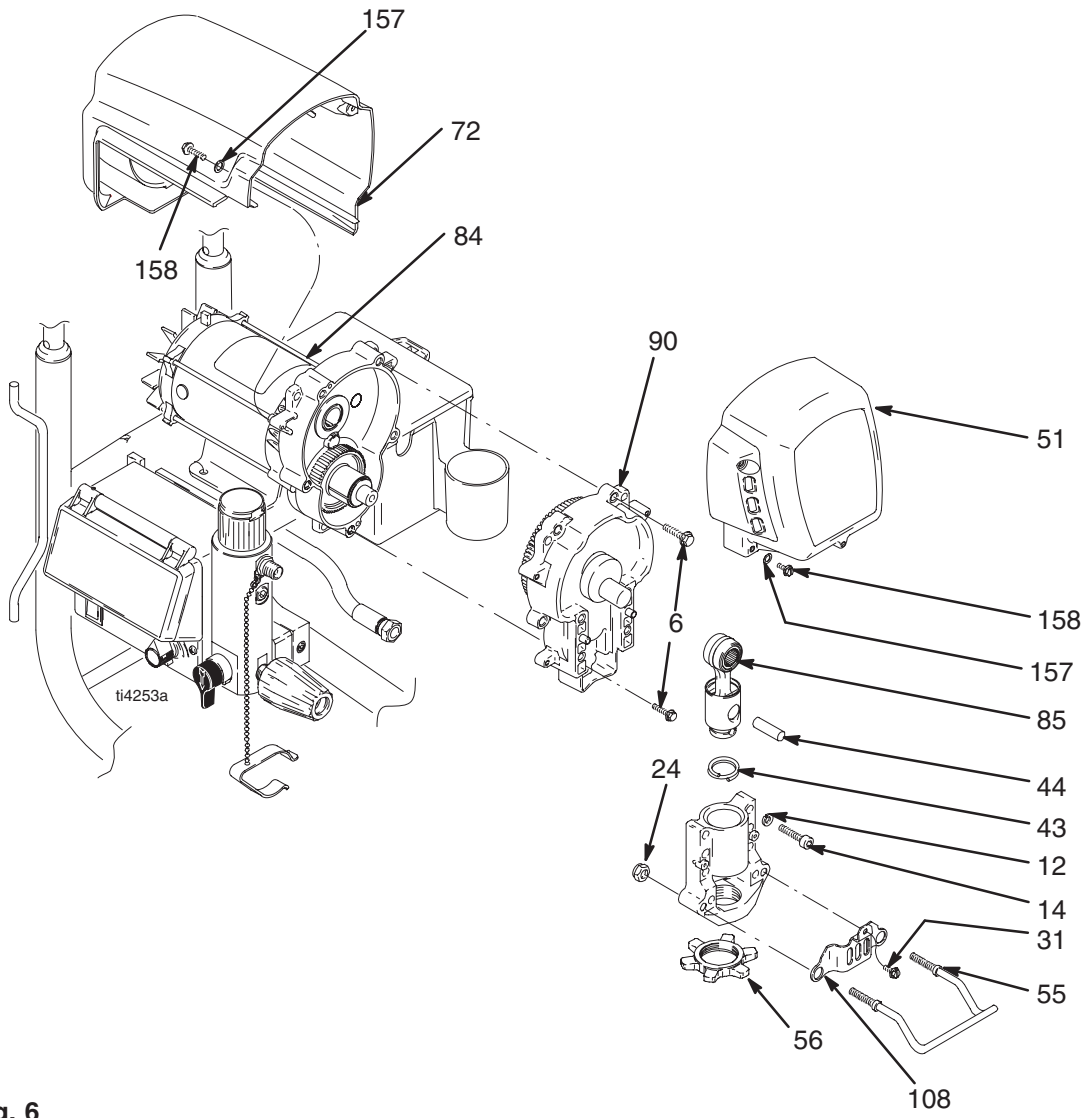

Fig. 6
- Afmonter skruen (31), de to møtrikker (24), spandeophænget (55) og pumpe­stangens dæksel (108).
- Afmonter pumpen (91); **Udskiftning af stempelpumpe**, side 20.
- Fig. 6. Fjern de to skruer (158) og kappen (72).
- Fjern de fire skruer (158) og frontdækslet (51).
- Fjern de fire skruer (14) og låseskiverne (12) for at fjerne leje­huset (83) og plejlstangen (85).
- Afmonter de fem skruer (6), og træk drevhuset (90) af motoren (84).
- Fig. 6. Skub drevhuset (90) på motoren (84), og monter det med de fem skruer (6). Tilspænd med et moment på 21-23 Nm.
- Monter leje­huset (83) med de fire skruer (14) og låseskiverne (12). Tilspænd med et moment på 34-40 Nm.
- Monter frontdækslet (51) med de fire skruer (31).
- Monter kappen (72) med de to skruer (31).
- Monter pumpen (41); **Udskiftning af stempel­pumpe**, side 20.
- Monter pumpe­stangens dæksel (108) og spandeophænget (55) med skruen (31) og de to møtrikker (24).